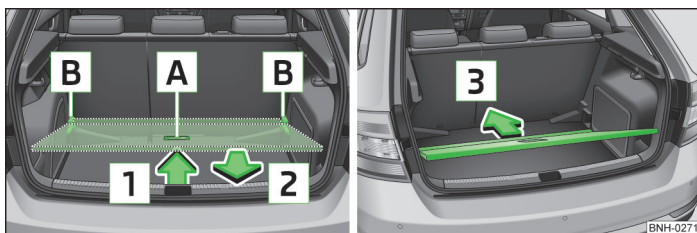

Fig. 70 Reglarea podelei variabile în poziția inferioară
- ▶ Prindeți podeaua variabilă de mânerul **A** » fig. 70.